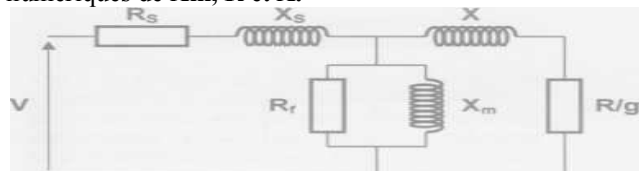

Figure 1 : Modèle équivalent d'une phase de la machine asynchrone
1.5/ La figure 1 donne un modèle équivalent d'une phase de la machine.